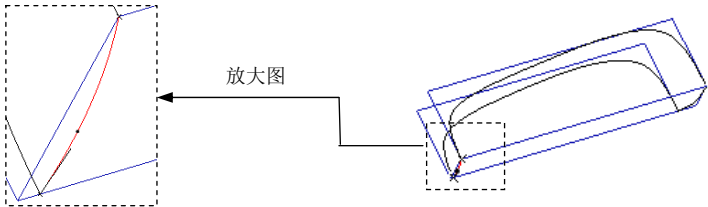

图 10.5.45 对齐端点
(3) 编辑初步的 ISDX 曲线 4。
- ① 单击 **样式** 功能选项卡 **曲线** 区域中的 按钮，选取 ISDX 曲线 4。
- ② 单击按钮，选择 VIEW_3 视图；按住 Shift 键，拖动 ISDX 曲线 4 的两个端点，分别将其与 ISDX 曲线 1、曲线 2 在活动平面上的两个交点对齐，如图 10.5.45 所示。